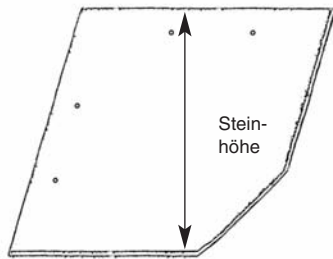

Abbildung 6a
- 1.1 Die **WARIO**[®] Geradschnitt Schablonen sind Decksteine, die aus dem Rhombus mit symmetrischem Eckabschnitt hervorgehen (Abb. 6a und 6b). Der Eckabschnitt beträgt bei Decksteinen ≤ 20 cm 4 cm und bei Decksteinen > 20 cm 29% der Steinhöhe. Decksteine mit anderen Eckabschnitten sind Sonderformate.
- 1.4 Die Steinhöhe der **WARIO**[®] Geradschnitt Schablone wird an der Ferse, im rechten Winkel zum Fuß, gemessen (Abb. 6a).